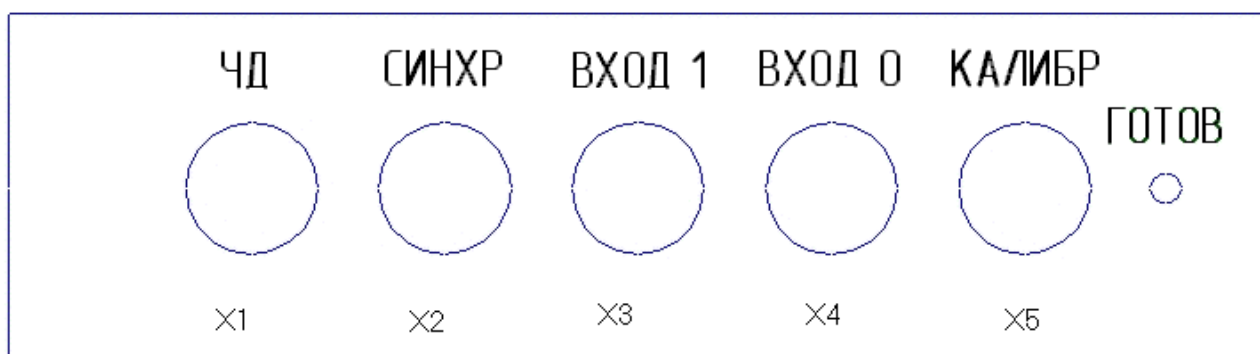

Рис. 4.1. Передняя панель прибора.
4.2.3. Для предотвращения выхода из строя устройства ЛА-н4USB на входные разъемы необходимо подавать сигналы с параметрами, указанными в таблице (Таблица 4. 1). Расположения разъёмов указано на рисунках (Рис. 4.1 и 4.2).